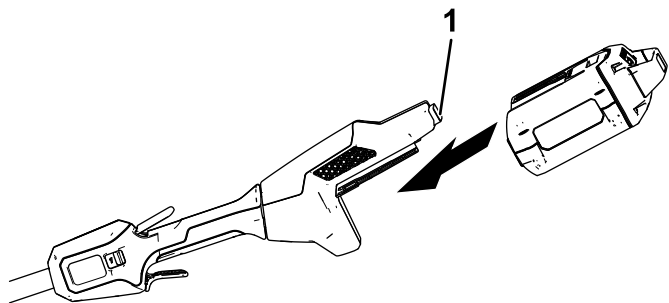

Figura 8
2. Allineate la cavità nel pacco batteria con la linguetta sull'alloggiamento dell'impugnatura (Figura 8).
3. Spingete il pacco batteria nell'impugnatura fino a quando la batteria non si blocca nel fermo (Figura 8).